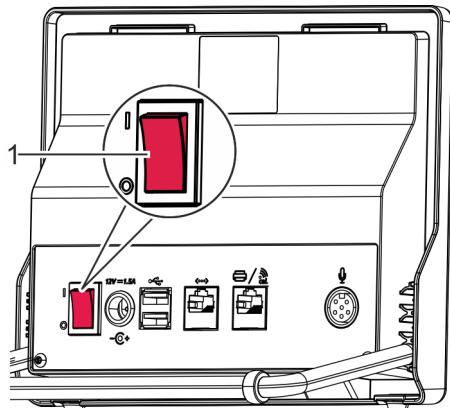

Fig. 38: Pulsar el interruptor
1. → Colocar el interruptor (Fig. 38/1) in la posición [O].